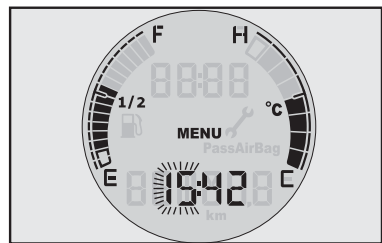

fig. 49
- Pressionar **MODE** para permitir o ajuste (a hora ou os minutos lampejam fig. 49).